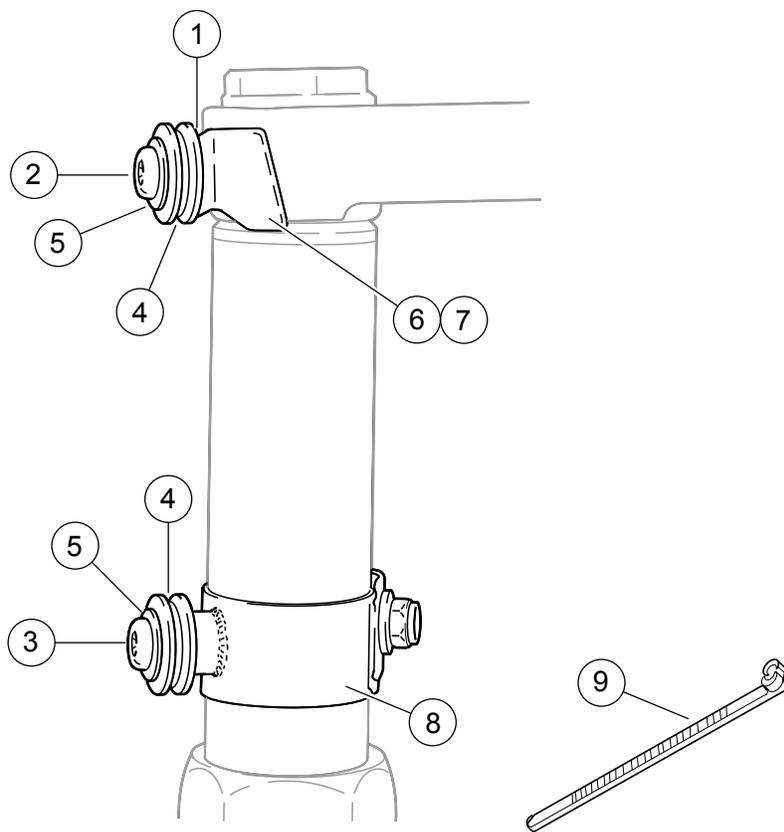
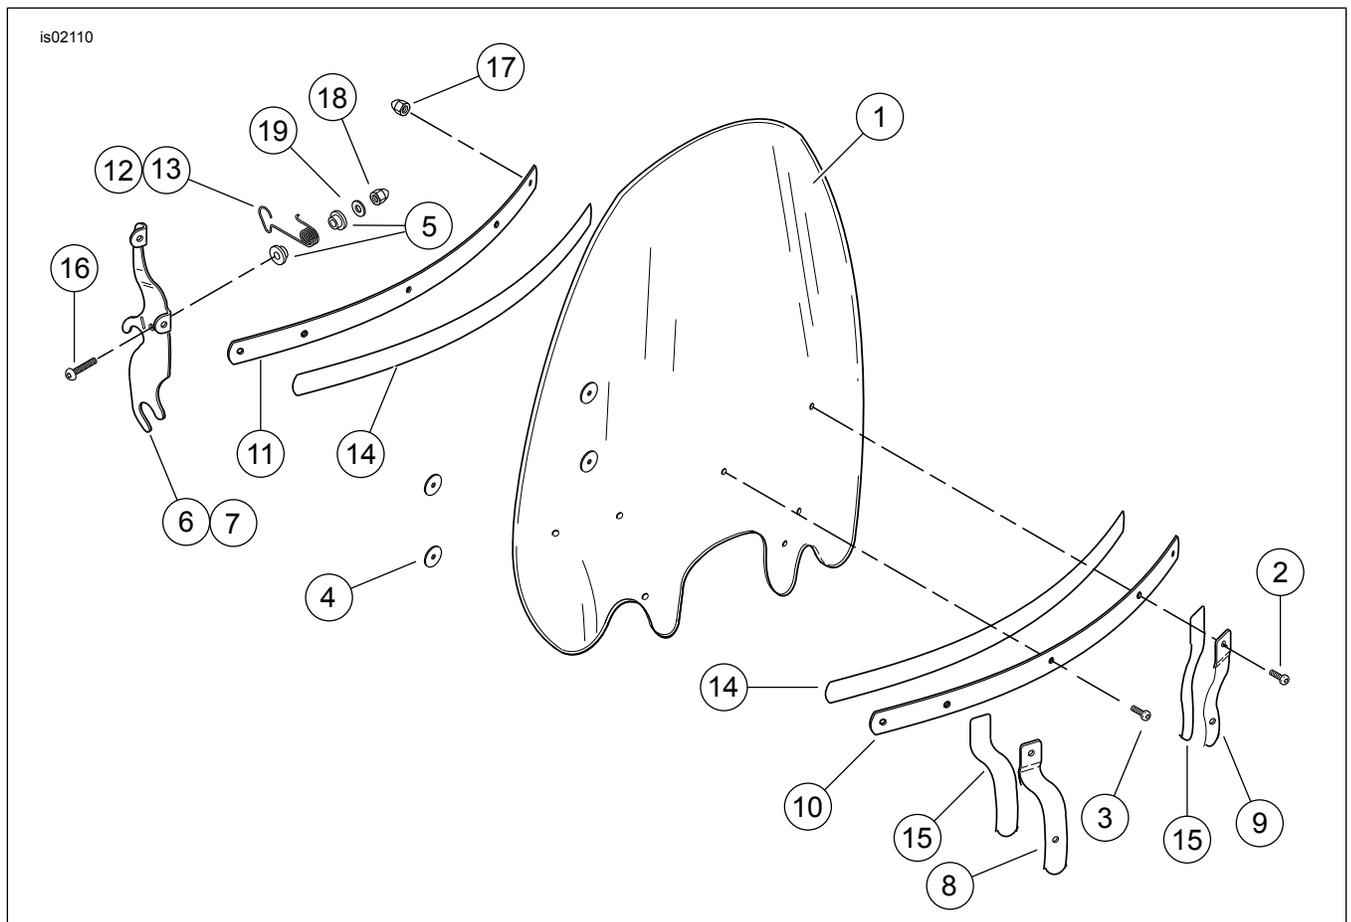

Figura 4. Parti di ricambio: Kit di bulloneria di ancoraggio
Figura 5. Parti di ricambio: Kit parabrezza
Vedere Figura 4 e Tabella 2, Figura 5 e Tabella 3.
4. Vedere Figura 4. Assemblare la bulloneria di ancoraggio per il montaggio inferiore del parabrezza. Assemblare i componenti nel seguente ordine, lasciandoli allentati:
- b. Collocare la rondella piatta (5) e la boccola (4) sul bullone (3) e installarle sul morsetto .
5. Vedere Figura 5. Montare la bulloneria per l'attacco superiore del parabrezza come mostrato nella figura e serrare le viti a testa bombata a 20 Nm (15 ft-lb). Il distanziale (1), non visibile nella figura, si inserisce tra la staffa di supporto (6, 7) e la piastra superiore della forcella.
6. Agganciare le due "ganasce" superiori del parabrezza nelle scanalature delle boccole superiori (4 in Figura 4) quindi far scorrere i gruppi dei morsetti inferiori fino a che le boccole inferiori non si inseriscono saldamente nelle "ganasce" inferiori del parabrezza.
7. Con il parabrezza insediato, serrare i morsetti di montaggio inferiori (8) stringendo prima il dado del morsetto a 14 Nm (10 ft-lb). Verificare che il morsetto non ruoti durante il serraggio.